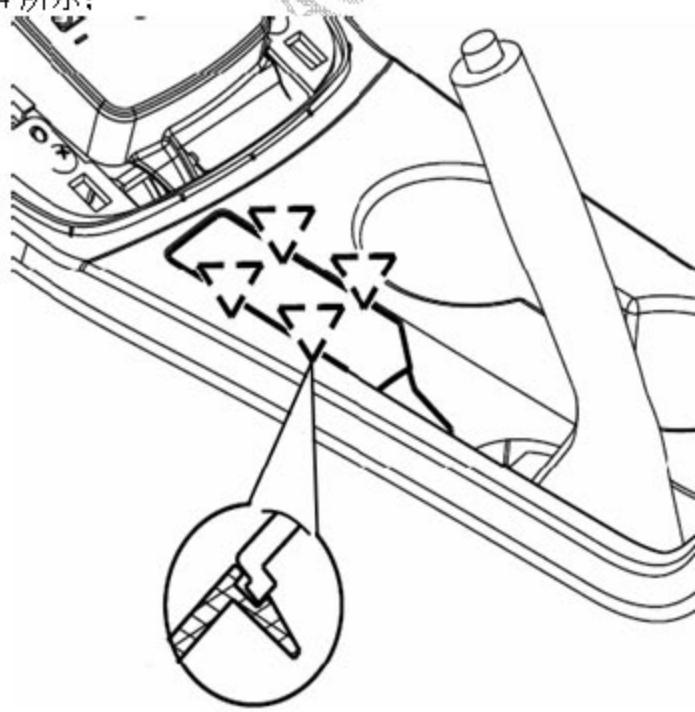

图 6-2-4 手刹护板橡胶挡块组件的拆卸(2)
- 2).用一字螺丝刀小心沿手刹护板橡胶挡块组件与副仪表板本体配合边缘撬起橡胶挡块，直至将两者之间的卡脚配合结构完全松开，再取下手刹护板橡胶挡块组件。如图 6-2-4 所示：